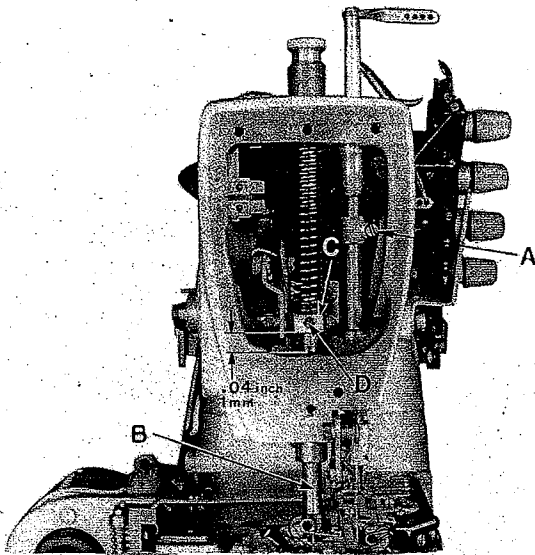
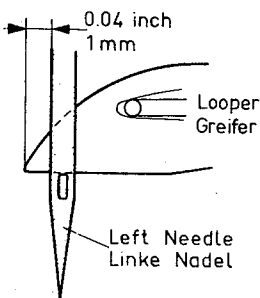

Fig. 11
Fig. 13
2. Loosen screw (A, Fig. 11) and turn needle bar until the needles center the needle holes of throat plate.
3. Retighten screw (A, Fig. 11).
2. Lösen Sie die Schraube (A, Fig. 11) und drehen Sie die Nadelstange so, daß die Nadeln mittig in die Stichlöcher einstecken.
3. Ziehen Sie die Schraube (A, Fig. 11) wieder an.
The height of needle bar is correct when the looper point at its travel from right to left is 1 mm = .040 inch left of the left needle (Fig. 13) and the top of the needle eye is even with the underside of the looper. Loosen screw (A, Fig. 11) for this adjustment and move needle bar up or down as required. Retighten screw (A).
Die Nadelstangenhöhe ist richtig eingestellt, wenn die Greiferspitze bei ihrem Weg von rechts nach links 1 mm links der linken Nadel steht (Fig. 13) und Oberkante Nadelöhr und Unterkante Greifer in gleicher Höhe stehen. Lösen Sie für diese Einstellung die Schraube (A, Fig. 11) und schieben Sie die Nadelstange nach Bedarf nach oben oder unten. Ziehen Sie die Schraube (A) wieder an.